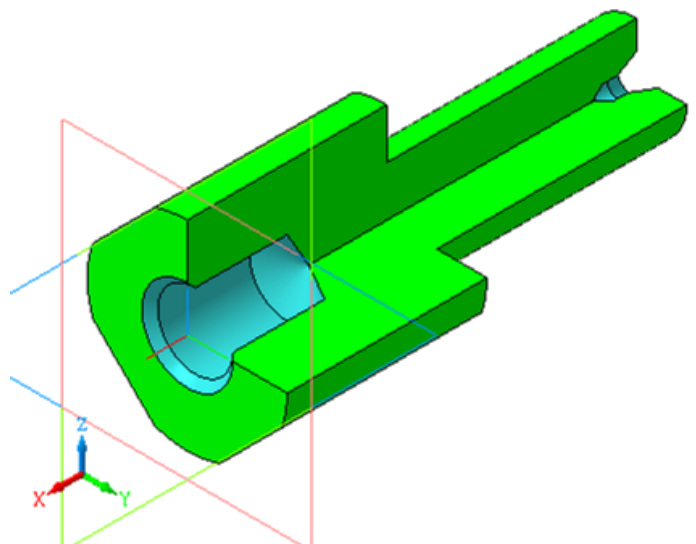

Рис. 3.52. Деталь с отверстиями по торцам
5. Нажать кнопку **Создать объект**. Результат выполненной операции представлен на рис. 3.52.
6. Выполнение отверстия в детали заканчивают кнопкой **Создать объект**. Деталь с отверстиями дана на рис. 3.52.